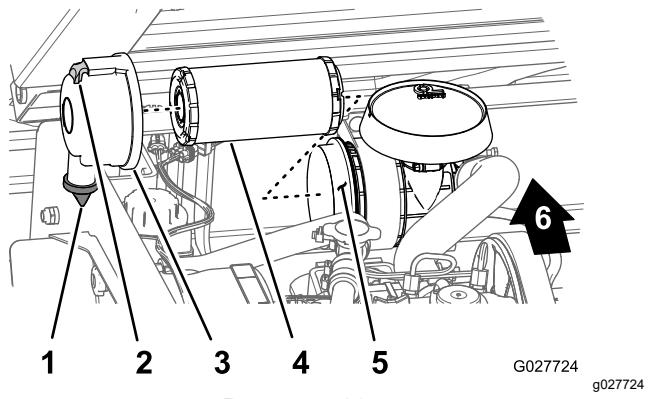

Рисунок 29
- Проверьте корпус воздушного фильтра на наличие повреждений, которые могли бы вызвать утечку воздуха (Рисунок 29).
- Потяните защелку наружу и поверните крышку воздушного фильтра против часовой стрелки (Рисунок 29).
- Во избежание излишнего запыления соблюдайте осторожность при извлечении фильтрующего элемента из корпуса воздушного фильтра (Рисунок 29).
1. Очистите канал для выброса грязи, расположенный в крышке воздушного фильтра (Рисунок 29).
2. Извлеките из крышки резиновый выпускной клапан, очистите полость и замените выпускной клапан (Рисунок 29).
3. Вставьте элемент в корпус воздушного фильтра, нажимая на наружный обод элемента, чтобы посадить его в корпус воздушного фильтра (Рисунок 29).
4. Совместите крышку воздушного фильтра с его корпусом, при этом резиновый выпускной клапан должен быть обращен вниз (в положении приблизительно между «5 и 7 часами», если смотреть с торца), как показано на Рисунок 29.
5. Закрепите крышку на корпусе фиксаторами (Рисунок 29).